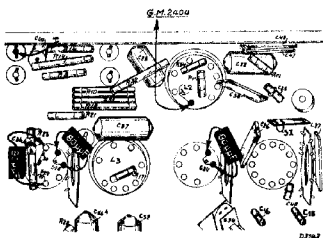

Fig. 3
3. Automatische volumeregeling uitschakelen door C40 kort te sluiten (Zie fig. 3).
6. 3e M.F.-kring verstemmen door een condensator van 80 $\mu\mu\text{F}$ parallel te schakelen aan S28 (fig. 3).
8. 4e M.F.-kring verstemmen door een condensator van 80 $\mu\mu\text{F}$ parallel te schakelen aan S29+S30 (fig. 3).
10. 1e M.F.-kring verstemmen door een condensator van 80 $\mu\mu\text{F}$ parallel te schakelen aan S24 (fig. 3).
7. GM 2404 aansluiten aan de anode van L2 (zie fig. 3).
12. C15 (fig. 3) trimmen op maximale output.